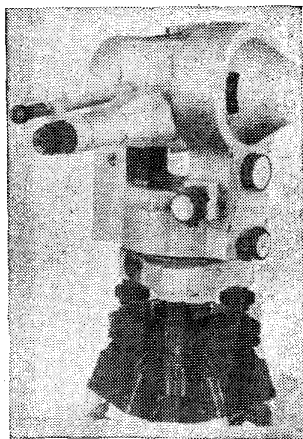

Рис. 10. Редукционный тахеометр двойного изображения ТД
2.20. Тахеометр двойного изображения ТД (рис. 10) предназначен для измерения углов и линий в ходах полигонометрии с относительной погрешностью  $1 : 5000$ . Может быть использован для определения координат углов кварталов и отдельных зданий и сооружений при комбинированном способе горизонтальной съемки, определения превышений по той же рейке, по которой измеряют расстояния, и нивелирования горизонтальным лучом.